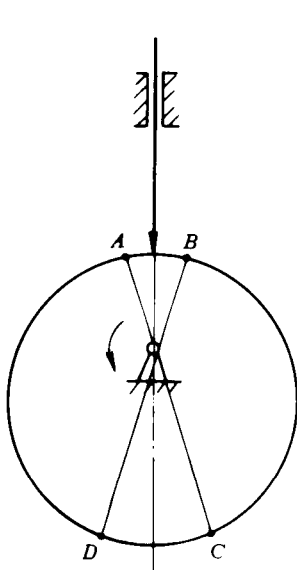

图 2-4
1. 图 2-4 表示凸轮轮廓上 $\widehat{AB}$ 、 $\widehat{BC}$ 、 $\widehat{CD}$ 、 $\widehat{CA}$ 四段工作弧。试标出何段为推程运动角 δ_0 、回程运动角 δ'_0 、远休止角 δ_s 、近休止角 δ'_s ?